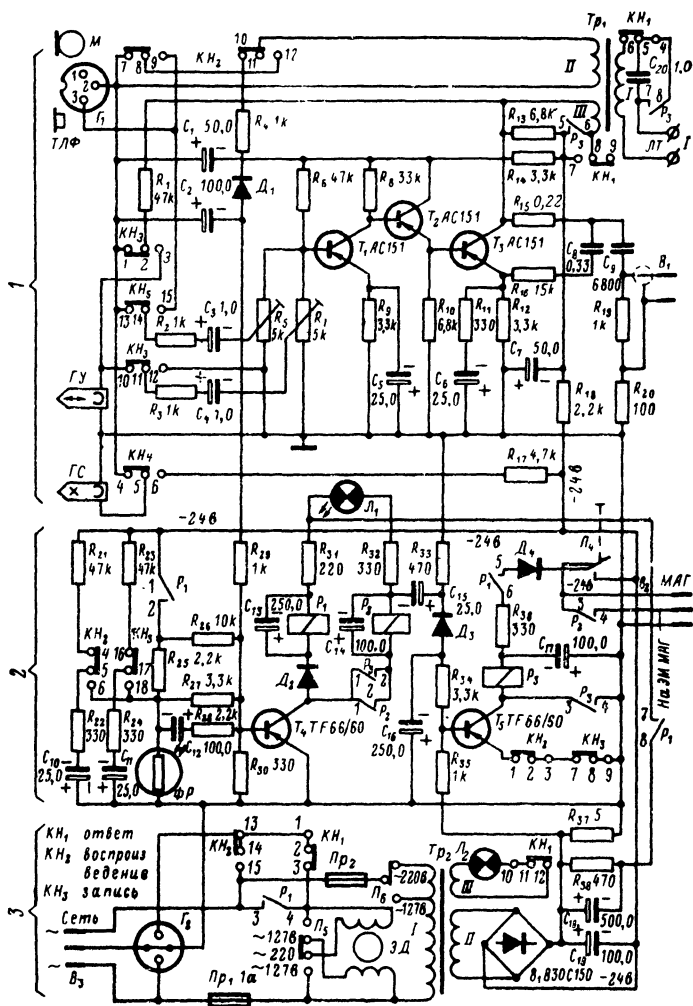

Рис. 10. Принципиальная электрическая схема телефонного ответчика «Т101».
**Принципиальная электрическая схема** ответчика показана на рис. 10. Она состоит из универсального усилителя 1, управляющего устройства 2 и блока питания 3. Универсальный усилитель выполнен на трех транзисторах с прямой гальванической межкаскадной связью. Второй каскад собран по схеме эмиттерного повторителя для защиты усилителя от импульсных помех, поступающих с телефонной линии и ухудшающих разборчивость записываемых сообщений. Схема усилителя проста, имеет большое усиление и обладает высокой температурной стабильностью.
Для записи текста ответа нужно установить на ответчик красную или голубую кассету, на вход усилителя через гнездо  $\Gamma_1$  (рис. 10) подключить динамический микрофон, нажать кнопку «Запись» ( $KH_3$ ) и наговорить в микрофон необходимый текст с расстояния 5—10 см, иначе уровень записи будет мал. Для учета времени записи на нерабочей стороне ленты нанесены цветные метки. Закончив запись, нужно нажать кнопку  $KH_2$  «Воспроизведение» и проконтролировать записанный текст через динамический микрофон, работающий в это время в качестве громкоговорителя. По окончании прослушивания лента продолжает двигаться, пока механизм автоматически не выключится и ответчик не перейдет в режим ожидания вызова.